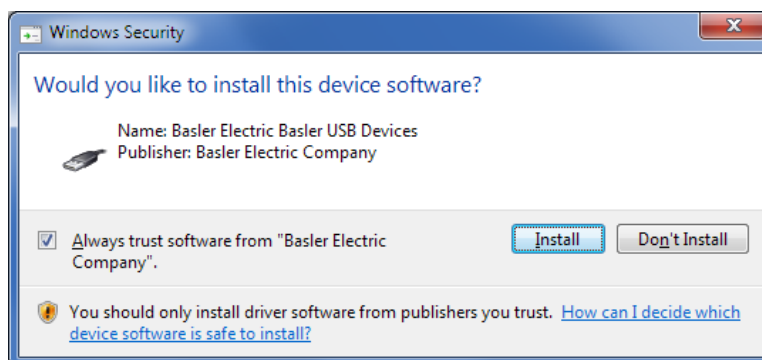

Figura 64-8. Seguridad de Windows
- Paso 7. Si aparece una ventana Seguridad de Windows (Figura 64-8), haga clic en Instalar.